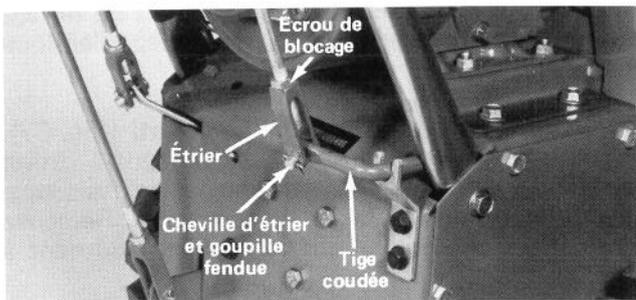

Figure 33
1. Desserrez l'écrou de blocage de l'étrier de la commande de tarière (Fig. 33). Enlevez ensuite la goupille fendue et la cheville d'étrier retenant l'étrier à la tige coudée (Fig. 33).
2. Tournez l'étrier (Fig. 33) à gauche — en dévissant — pour accroître la tension et à droite — en vissant pour diminuer la tension.
3. Raccordez l'étrier à la tige coudée à l'aide de la cheville d'étrier bloquée avec une goupille fendue (Fig. 33). Serrez ensuite l'écrou de blocage sur le haut de l'étrier (Fig. 33).